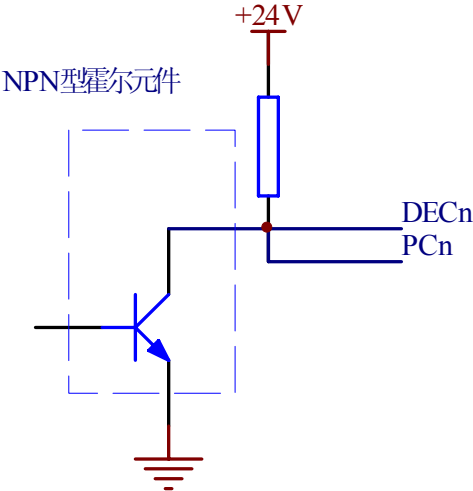

图 2-8 用 NPN 型霍尔元件的连接
a) 用一个 NPN 型霍尔元件既做减速信号又做零点信号时的连接方法如下图 2-8 所示：